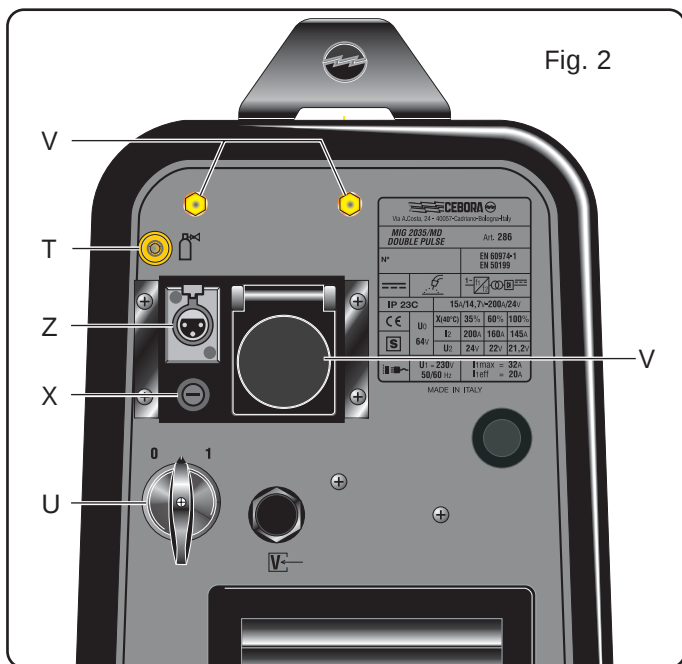

Fig. 2
3.3 COMMANDES SUR LE PANNEAU ARRIERE (Fig.2)**T - Raccord gaz.****U - Interrupteur.**